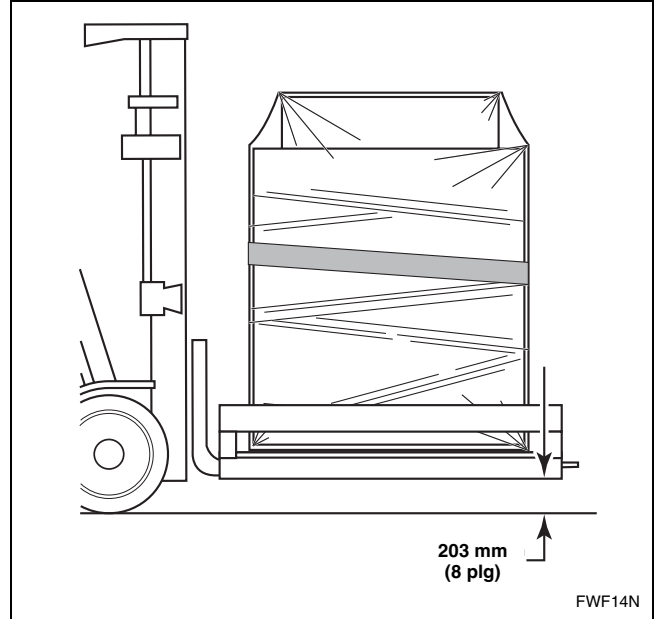

Figura 3
3. Use el montacargas de horquilla para levantar cuidadosamente la mangle planchadora embalada. Consulte la *Figura 3*.